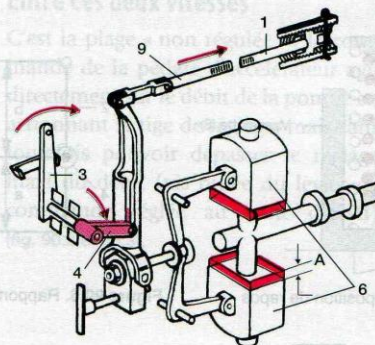
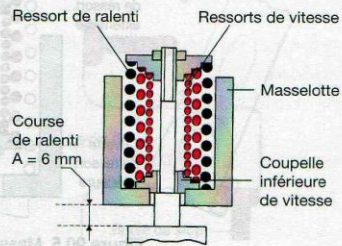

Figure 90.8. Régime d'utilisation en charge
Figure 90.9. Masse en butée sur la coupelle inférieure RQ
Le conducteur déplace le levier de commande (3) vers la butée maxi, le coulisseau (4) descend (fig. 90.8) et bascule le levier (2), poussant ainsi la tige de réglage (1) vers le débit. Le moteur s'accélère et les masses viennent en butée sur les coupelles inférieures des ressorts de vitesse (fig. 90.9).